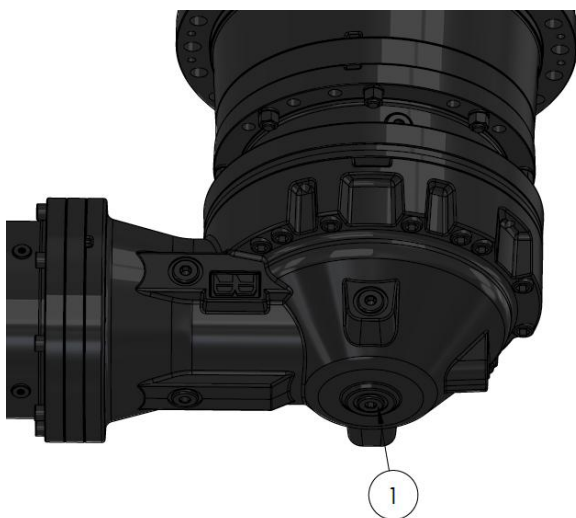
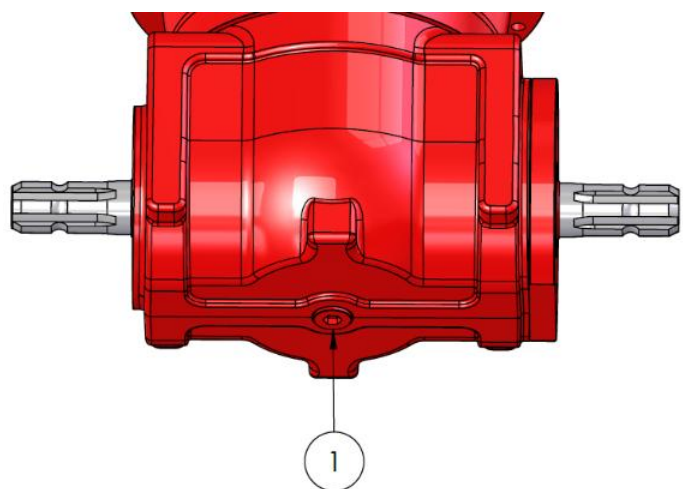

Abbildung 9-5 Getriebe RR3200
Abbildung 9-4 Antriebskasten EC3320/FE
Beide Typen der Planetengetriebe sind an der Unterseite mit einem Ablassstopfen (1) ausgestattet, wie in Abbildung 9-5 und Abbildung 9-4 dargestellt. Über diesen Stopfen wird das alte Öl abgelassen, um einen Ölwechsel durchzuführen.